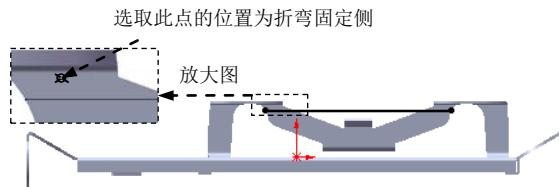

图 6.73 固定侧的位置
③ 选择下拉菜单 **插入(I)** → **退出草图** 命令，退出草图环境，此时系统弹出“绘制的折弯”对话框。
(3) 定义折弯固定侧。在图 6.73 所示的位置处单击，确定折弯固定侧。
(4) 定义钣金参数属性。在 **折弯参数(P)** 区域的 **角度** 文本框中输入折弯角度 10.0，在 **折弯位置:** 区域中单击“折弯中心线”按钮 。
(5) 单击 按钮，完成绘制的折弯 8 的创建。